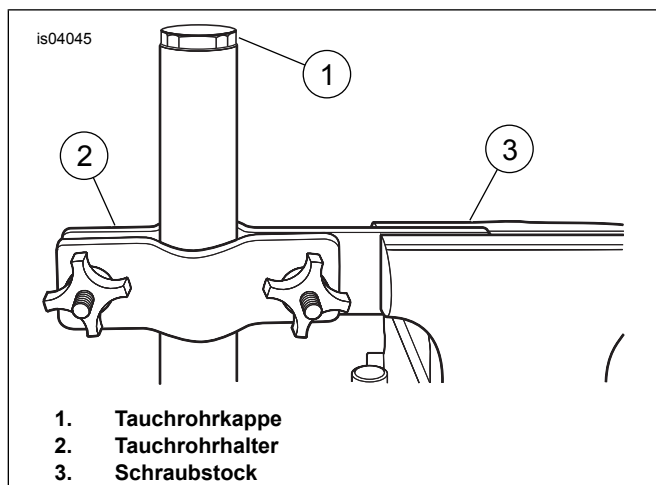

Abbildung 3. Tauchrohr im Halter einbauen
1. Siehe Abbildung 3. Den TAUCHROHRHALTER (Teile-Nr. HD-41177) bereitlegen und wie folgt fortfahren:
3. Siehe Abbildung 3. Die Tauchrohrkappe (1) und den O-Ring vorsichtig aus dem Tauchrohr entfernen. Der Tauchrohrverschluss steht unter Federdruck, daher den Tauchrohrverschluss festhalten, wenn der letzte Gewindegang erreicht ist.